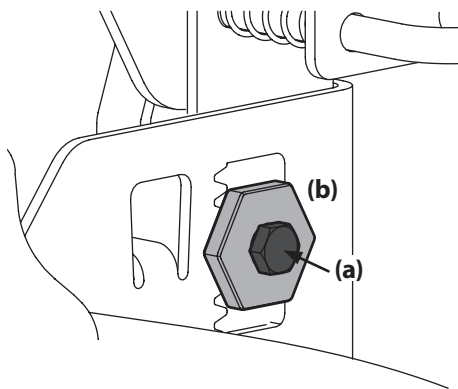

Figure 4-8
3. Desserrez le boulon hexagonal (a) fixé au support arrière gauche du plateau. Ne retirez pas le boulon. Voir Figure 4-8.
4. Tournez le dispositif de réglage (b) avec une clé pour relever ou baisser le côté gauche du plateau de coupe. Voir Figure 4-8.